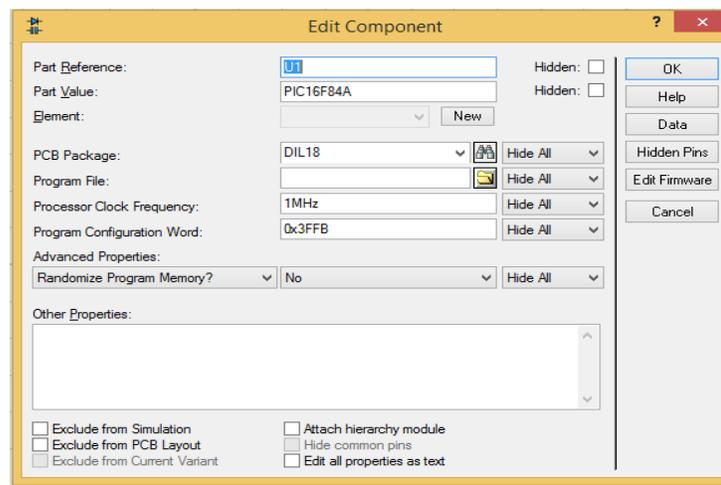

Figure 4. Menu des propriétés de PIC
1. Charger le microcontrôleur PIC 16F84A par le fichier Hex de programme généré par MPLAB, pour cela , double cliquer sur le PIC16F84A , dans la fenêtre qui s'affiche (figure 4), parcourir le fichier Hex dans la partie « program file », puis appuyer sur OK.